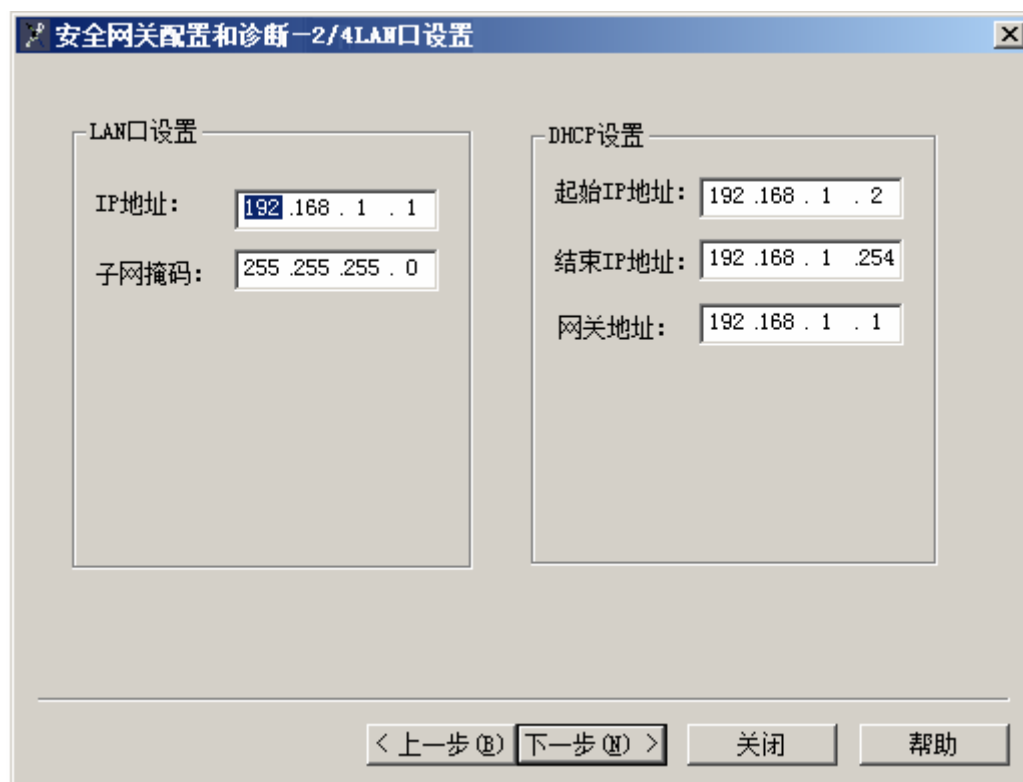

图 2-18 LAN口设置
- 在登录界面中点击“确定”后，将弹出“正在登录”的提示界面，登录成功后，出现如图 2-18 所示的“LAN口设置”界面。在此界面中设置网关模块的IP地址和子网掩码，DHCP自动根据LAN口设置进行调整。